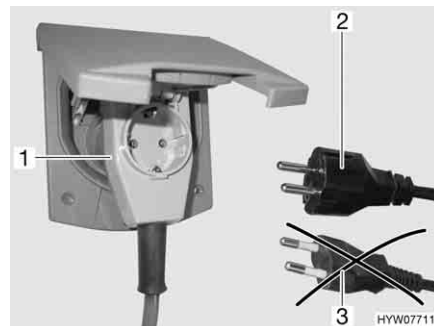

Fig. 72 Collegamento ad un connettore ad angolo provvisto di presa
- ▶ Se si impiega un connettore ad angolo CEE 17 provvisto di una presa integrata sulla parte posteriore (Fig. 72,1), utilizzare esclusivamente una spina IP 44 gommatata e sigillata con contatto di terra (Fig. 72,2). Non utilizzare spine senza contatto di terra (Fig. 72,3). Pericolo di scarica elettrica!